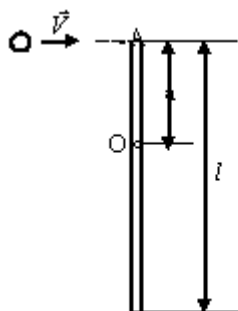

Рис.8
18. Однородный тонкий стержень массой $m_1=0,2\text{кг}$ и длиной $l=1\text{м}$ может свободно вращаться вокруг горизонтальной оси z , проходящей через точку O (рис.8). В точку A на стержне попадает пластилиновый шарик, летящий горизонтально (перпендикулярно оси z) со скоростью $v=10\text{м/с}$ и прилипает к стержню. Масса m_2 шарика равна 10г . Определить угловую скорость ω стержня и линейную скорость u нижнего кольца стержня в начальный момент времени. Вычисления выполнить для следующих значений расстояния между точками A и O : 1) $1/2$; 2) $1/3$; 3) $1/4$.